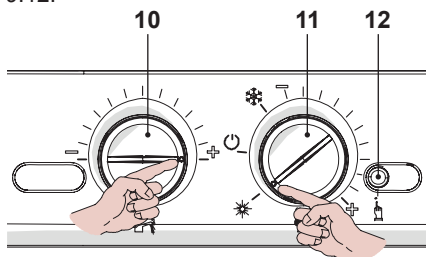

Рисунок 9.12
- Установите регуляторы панели управления, как показано на рисунке, см. Рисунок 9.12.
- Чтобы получить доступ к функции «трубочист», войдите в режим программирования, нажав и удерживая в течение 15 секунд кнопку перезапуска 12, см. Рисунок 9.12, до появления параметра **P01**.
- Нажмите кнопку перезапуска 12, см. Рисунок 9.12, и пролистайте параметры, пока не дойдете до параметра, предназначенного для настройки функции «трубочист». На ЖК-дисплее последовательно отобразятся следующие символы (параметр **P09** будет загораться поочередно с 00).